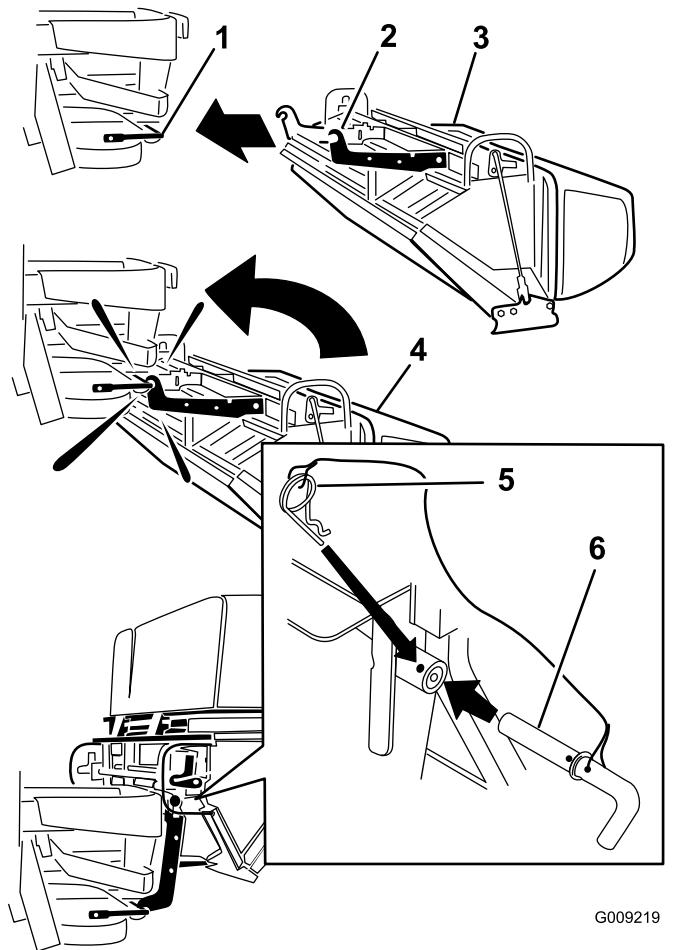

Figura 9
1. Retournez le système de ramassage, dos au sol (Figura 9).
2. Engagez les crochets sur le support de montage inférieur (Figura 9).
4. Alignez le trou du système de ramassage et le support de montage supérieur (Figura 9).
5. Insérez l'axe en place et fixez-le des deux côtés avec la goupille fendue (Figura 9).